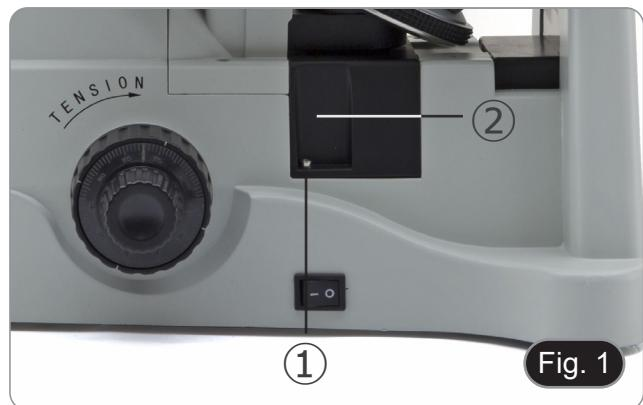

Fig. 1
1. Desenroscar el tornillo ① de ambos lados del microscopio para retirar las cubiertas de plástico ②. (Fig. 1)